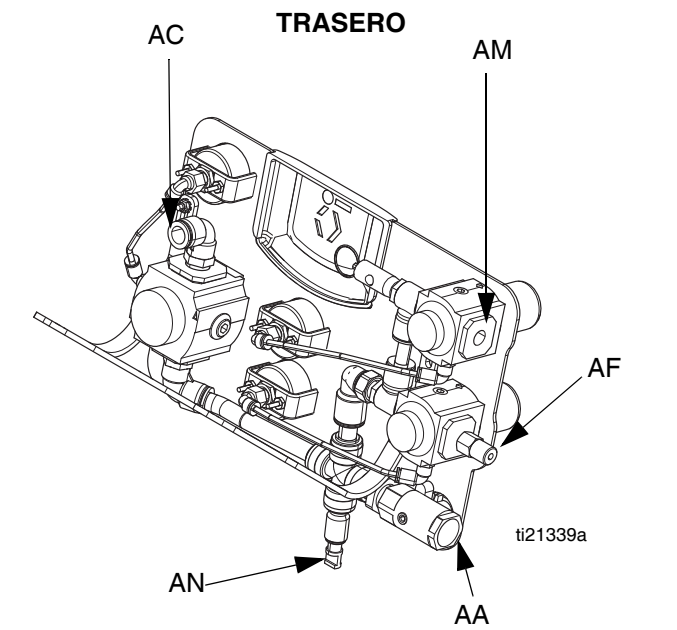

Fig. 7: Componentes del tablero de control de aire
1. Verifique que la tubería de aire de la salida de aire 1 (AC) en el tablero de control de aire esté conectada a la entrada de aire (M) en el motor neumático. Vea la FIG. 2 en la página 13 y la FIG. 7.
2. Conecte la tubería de aire para AAC desde el conjunto de mangueras de la pistola a la salida de aire 3 (AM) en el tablero de control de aire. Vea el manual de la pistola para identificación de la tubería de aire para AAC
3. *Solo dosificadores con mezcla externa:* Conecte la tubería de aire suministrada unida a la salida de aire 2 (AF) en la tubería de aire de atomización de la pistola.